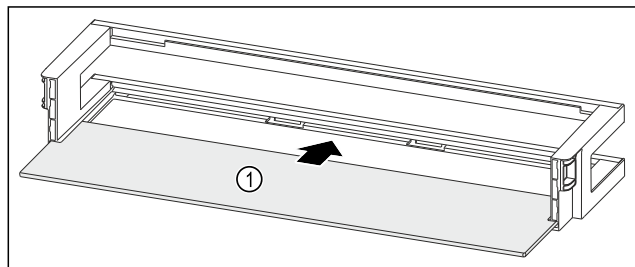

Fig. 83 Balconnet de contre-porte avec tablette de rangement
- Insérer la tablette de rangement Fig. 83 (1) dans les évidements latéraux.